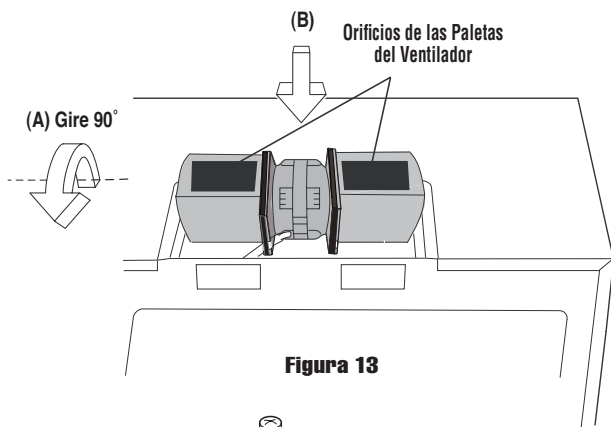

Figura 13
3. Gire la unidad de ventilador de la campana 90° para que los Orificios de las Paletas del Ventilador estén frente a la parte superior del horno. Vea la Figura 13 (A) de la página 6. Coloque nuevamente la unidad de ventilador de la campana en el horno. Tenga cuidado de no atrapar el conductor entre el soporte interior y la unidad de ventilador de la campana. Coloque el conductor en la caja de alambres. Vea la Figura 13 (B) de la página 6.